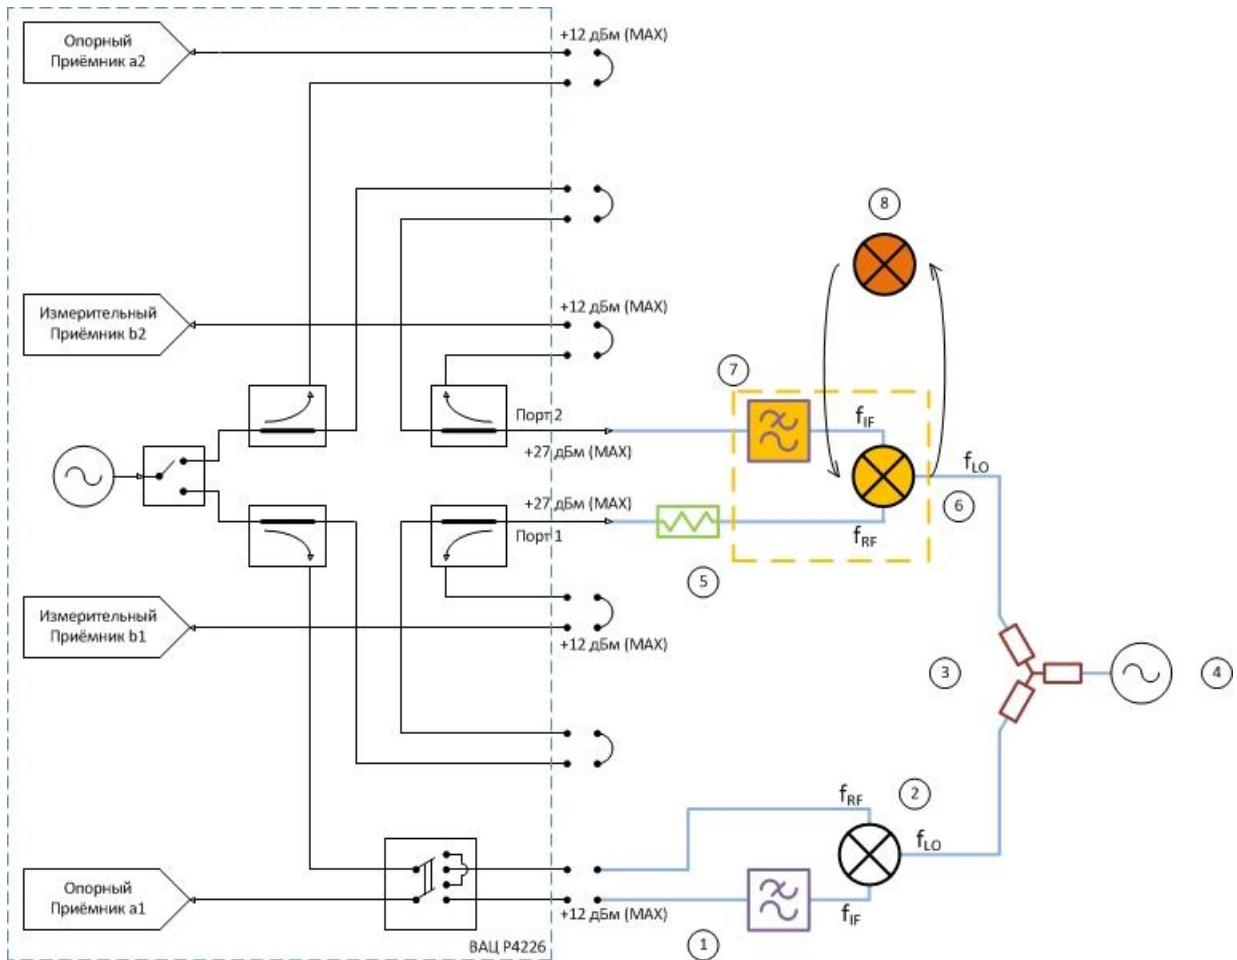

Рис. 38. Замена «калибровочного» смесителя «MD621» на измеряемый «MD616»:
12. Заменить «калибровочный» смеситель «MD621» на измеряемый «MD616», рис. 38;